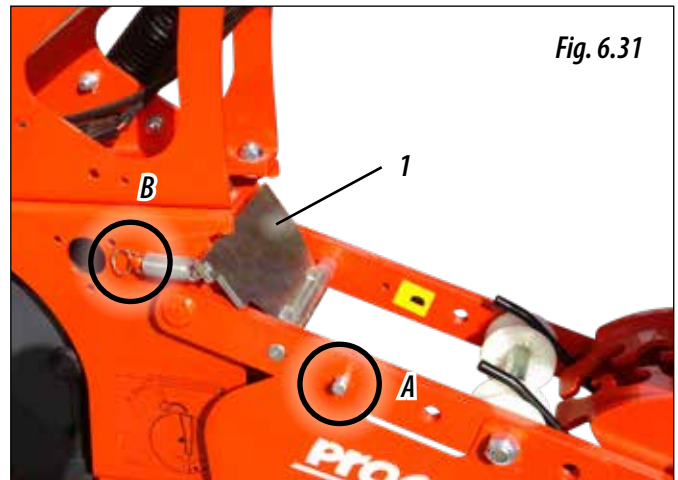

Fig. 6.31
- 1- Cu utilajul ridicat, cuplați ARCUL în poziția B, când veți face asta, maneta (1) se va mișca către celălalt capăt (Fig. 6.31).